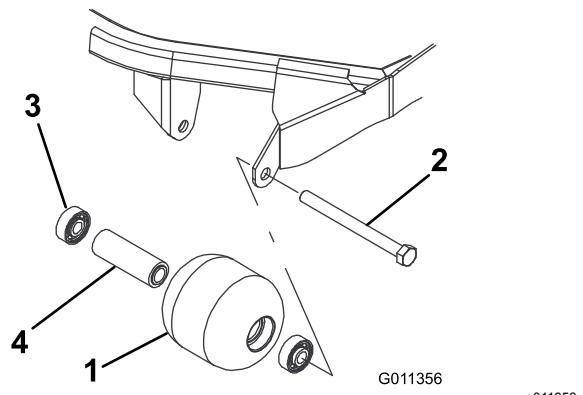

Bild 86
1. Entfernen Sie die Rollenbefestigungsschraube (Bild 86).
4. Prüfen Sie das Rollengehäuse, die Lager und das Distanzstück auf Beschädigungen (Bild 86).
1. Drücken Sie das erste Lager in das Rollengehäuse (Bild 86). Drücken Sie dabei nur auf den äußeren Ring oder gleichmäßig auf die inneren und äußeren Ringe.
2. Setzen Sie ein Distanzstück ein (Bild 86).
3. Drücken Sie das zweite Lager in das Rollengehäuse (Bild 86). Pressen Sie dabei